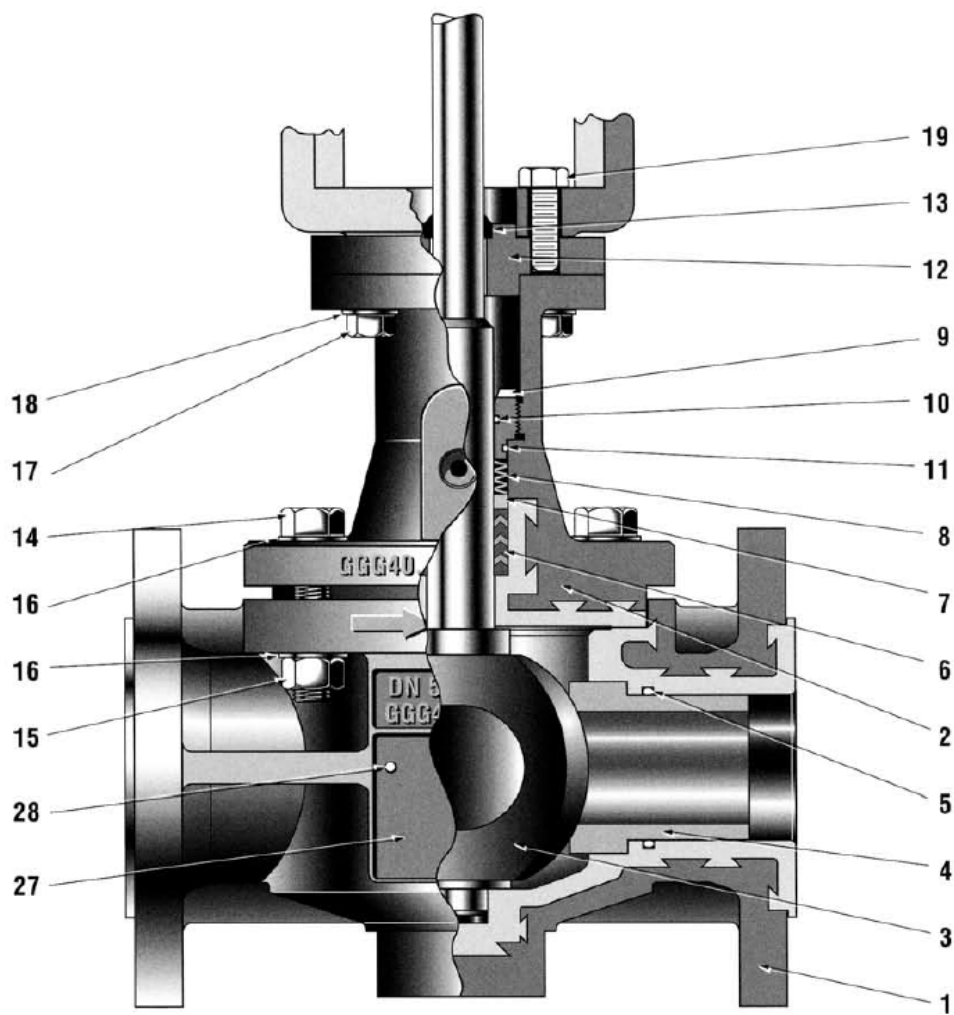

Abbildung 1
1. Die vordere und rückseitige Abdeckung (118 & 121) des Stellantriebs nach Lösen der Schrauben (119) entfernen. Gegebenenfalls das Handrad (141) nach Entfernen des Sicherungsrings (138) und der Unterlegscheibe (139) herausdrehen.
3. Den Stellungsanzeiger (154), die U-Klammer (122) und den Gabelkopfbolzen (124) abnehmen und die Hutschraube (137) am Ventilhebel lösen.
4. Den Druck aus dem Federgehäuse entlasten. Falls das Ventil nicht von einem Stellantrieb bewegt wird, die Schraube (127) und die Wellenabdeckung (126) abnehmen.
5. Die Schrauben (19) für das Getriebegehäuse (Abb. 1) entfernen und die ganze Stellantriebseinheit und den Ventilhebel (135) abnehmen.
3. Den Kegel (3) durch die untere Führungsbohrung im Gehäuse schieben.
4. Den Zwischenflansch (2) über den Kegel auf das Gehäuse setzen und die Verschraubungen (14, 15, 16) von Hand anziehen.
5. Um die Packung in den Zwischenflansch (2) einzusetzen, ist die Führungsbuchse (Abb. 2) bis zum Anschlag in das Gehäuse einzuschrauben. Die ganze Packung (6) über das Wellenende in das Führungsrohr einschieben, bis die Packung vollständig eingelegt ist. Es ist wichtig, dass die Packung so ausgerichtet ist, wie in den Detailzeichnungen (Abb. 1 und 4) gezeigt wird.
3. Das Getriebegehäuse mit Schrauben (19) am Ventilgehäuse befestigen (Abbildung 1).